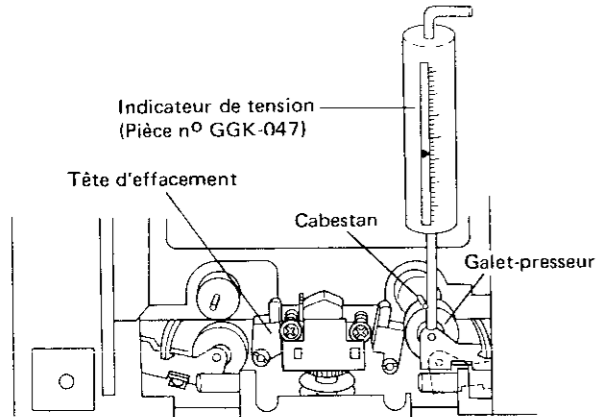

Fig. 12-1 Réglage de la pression du rouleau de serrage
2. Pousser doucement contre le bras du rouleau de serrage avec un étalon de tension comme indiqué Fig. 12-1. La lecture doit se situer entre 250 et 400gr. au moment où le rouleau de serrage est séparé du cabestan, et où le cabestan se arrête à tourner.